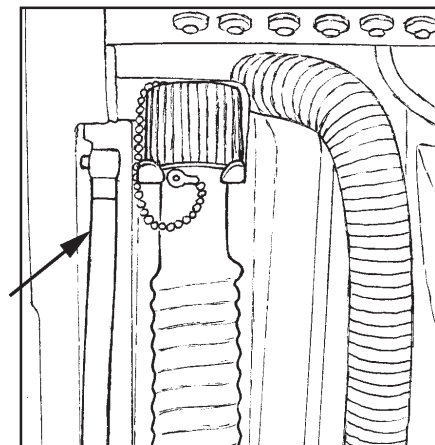
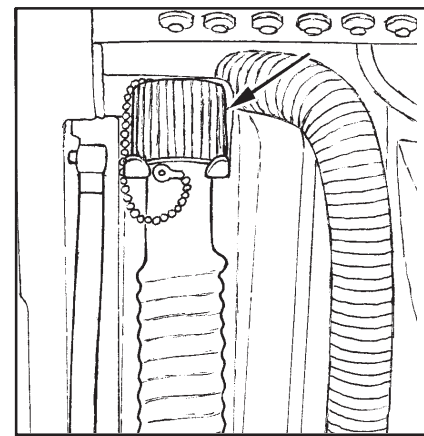

Figure 31
Figure 32
1. Vidangez le réservoir de solution (figure 31) et le réservoir de récupération (figure 32). Pour vidanger les réservoirs, procédez comme suit